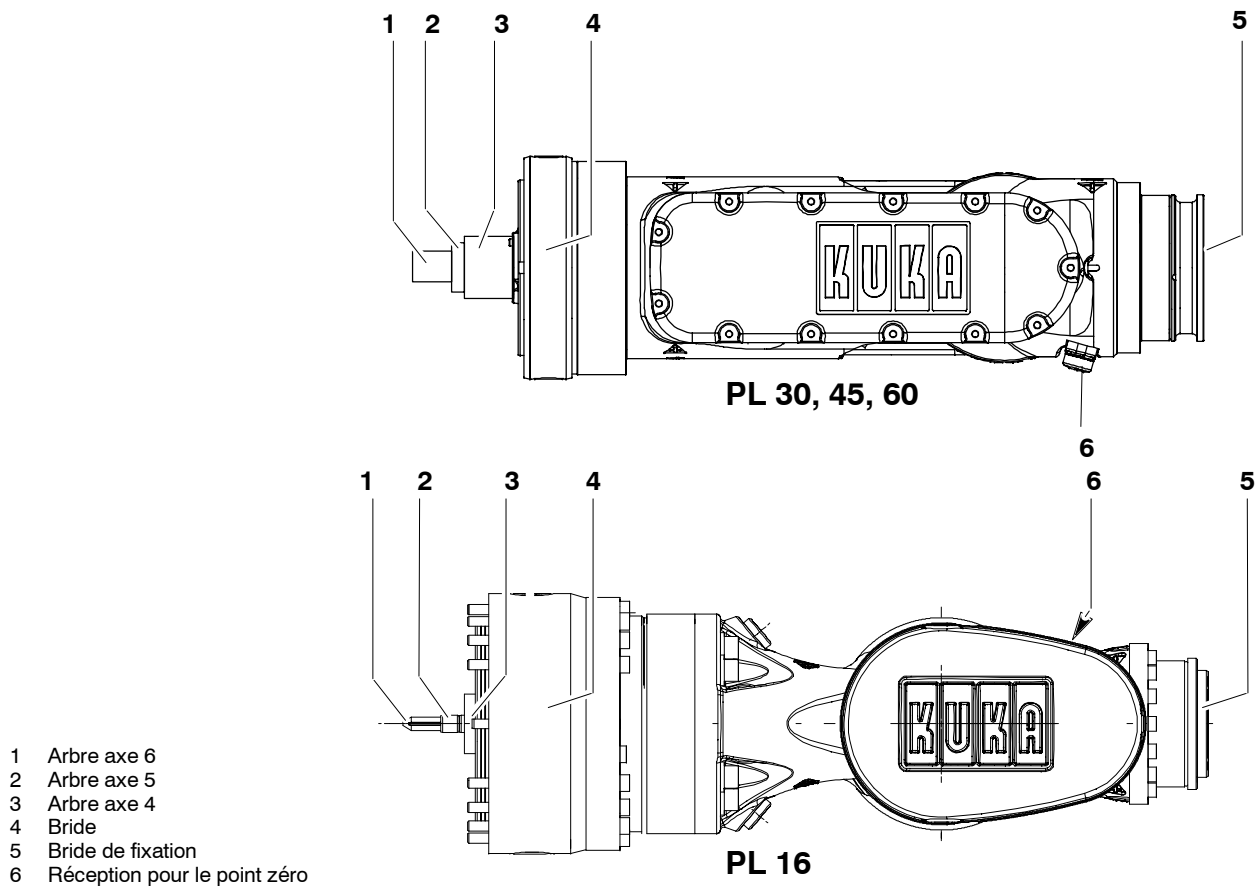

Fig. 2 Poignets en ligne 16, 30, 45, 60 kg
Suivant le modèle, le manipulateur est doté d'un poignet en ligne à trois axes (Fig. 2) pour une charge de 30, 45, 60 kg. Le poignet en ligne est fixé sur le bras avec la bride (4). Les axes 6, 5, 4 sont entraînés par les arbres (1, 2, 3). Des outils peuvent être montés sur la bride de fixation (5) de l'axe 6. Chaque axe dispose d'un dispositif de mesure (6) permettant, via un palpeur de mesure électronique (accessoire), de vérifier la position mécanique zéro de l'axe respectif et de la reprendre dans la commande. Pour les sens de rotation des axes, voir le chapitre "Caractéristiques techniques".